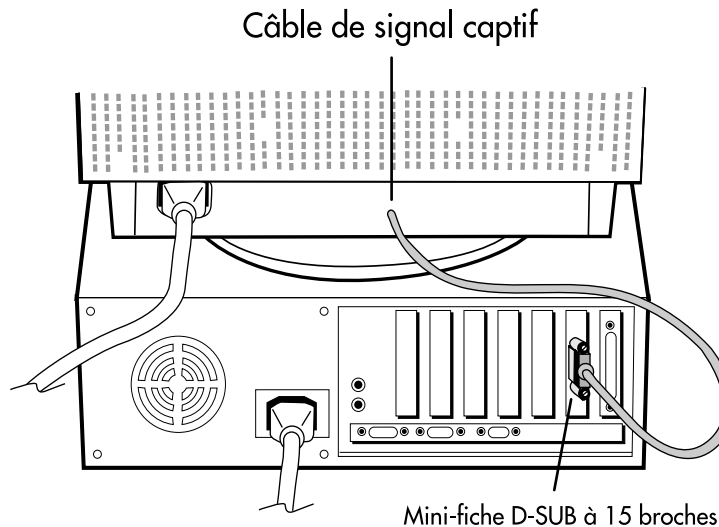

Figure A.1
3. Pour le PC : Connecter la mini-fiche D-SUB à 15 broches du câble de signal captif au connecteur de la carte vidéo du système (**Figure A.1**). Serrer toutes les vis.